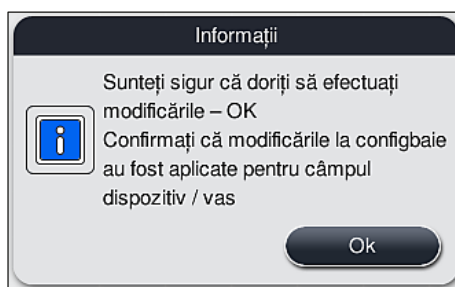
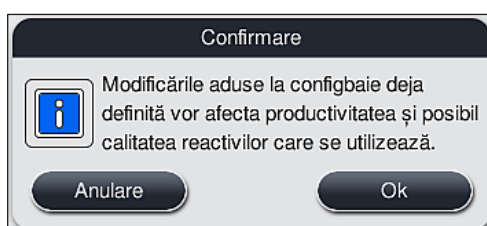

Fig. 62
Fig. 63
2. Observați mesajele care urmează (→ "Fig. 62") (→ "Fig. 63") și confirmați-le sau apăsați pe **Anulare** (→ "Fig. 63") pentru a reveni la vizualizarea Configbaie.